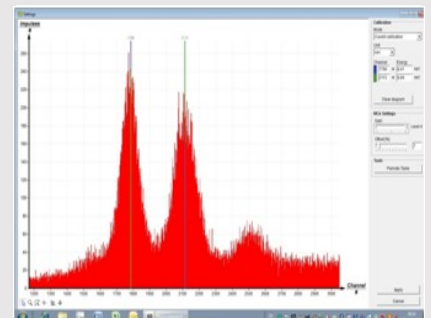

Fig. 4: Calibración del analizador multicanal
- En el programa MEASURE, seleccionar "Analizador multicanal" en "Gauge". A continuación, seleccionar "Ajustes y calibración". Tras pulsar el botón "Calibrar", se puede medir un espectro. La tasa de recuento debe ser < 300 c/s. Ajustes de calibración de energía: - Calibración de 2 puntos, - Unidad = keV, Ganancia = 2 - Ajustar el offset de forma que se supriman las señales de ruido de baja energía (normalmente basta con unos pocos porcentajes), Ver Fig. 4.